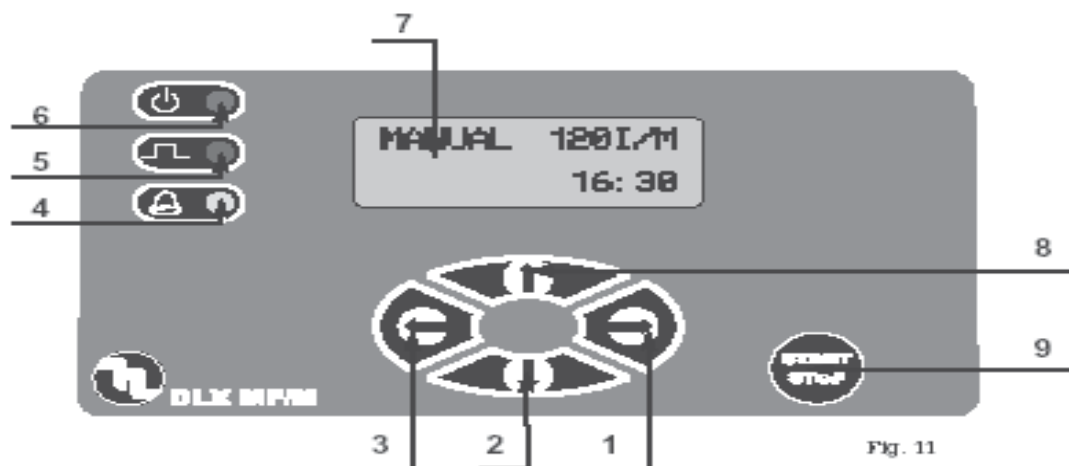

Fig. 11
6.1 – COMMANDES DE LA POMPE, fig. 11